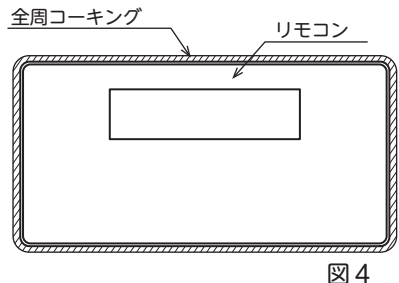
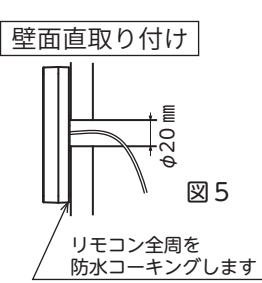
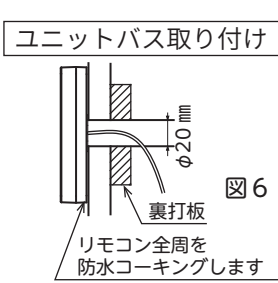
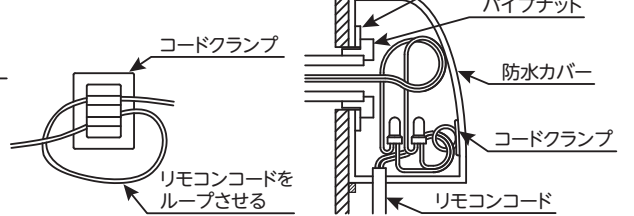

図4
図5
図6
図13
7. リモコンの全周(図4・図5・図6)および防水カバーの全周(図13)のコーキング(壁内部への水の浸入の防止)を行う。
- ・ユニットバス取り付けの場合は、リモコン取り付け用の穴(φ5mm)をあけ、リモコンを取り付けるユニットバス外壁面に裏打板を取り付けます。(図6)
6. 必ずリモコン全周をコーキングする。(図4・図5・図6)
9. 接続部が防水カバー内に収まるよう、コードクランプで固定する。(図13)